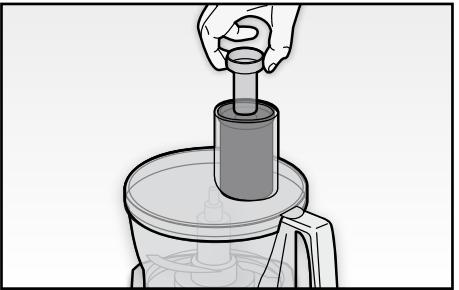

Fig. 7
- Se durante il funzionamento si rendesse necessario aggiungere alimenti, utilizzare il foro presente sul coperchio (R). Spingere gli alimenti inseriti con l'ausilio del premcibo (I) da solo o unitamente a quello piccolo (L) (Fig. 7).
- Per interrompere il funzionamento dell'apparecchio agire sulla manopola (A) e posizionarla su "0".